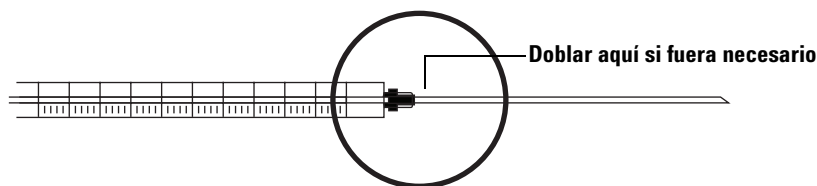

Figura 44 Inspección de la jeringa
- 1 Ruede la jeringa por el borde de una superficie plana y limpia. Si la punta de la aguja traza un círculo, enderece el eje doblándolo levemente cerca del lugar en que se une al cilindro de la jeringa y vuelva a realizar la comprobación(Figura 44).